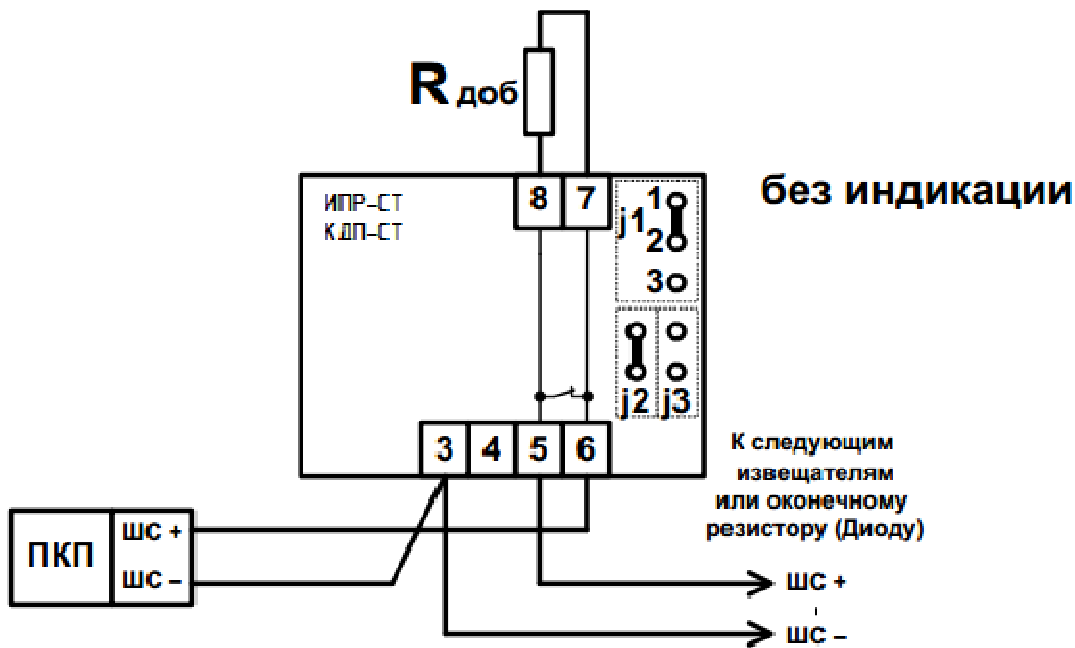

Рис.3. Подключение извещателя в НЗ схему ПКП с включением светового индикатора
- включение извещателя и его эквивалентной схемы в режиме работы с НЗ-контактом приведено на рис.3,4. Величина R доб. устанавливается в соответствии с техническим описанием ПКП.